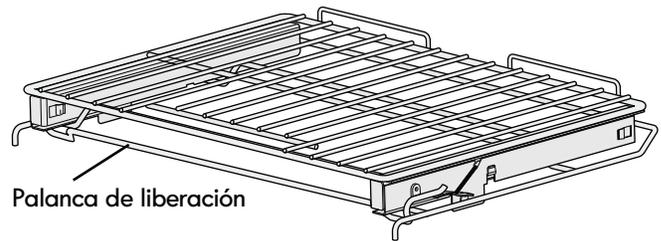

Figura 20: Parrilla deslizante extensible con palanca de liberación en posición de bloqueo
1. Levante la palanca de liberación situada en la parte delantera inferior de la parrilla, como se muestra en la Figura 20.